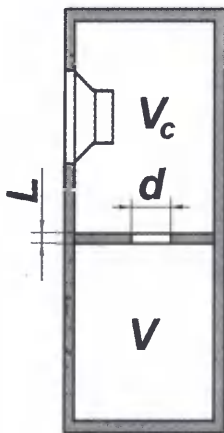

Рис. 4
Если в формуле (1) выразить площадь отверстия через диаметр, раскрыть радикалы и сократить, получим выражение для определения диаметра отверстия (рис. 4):